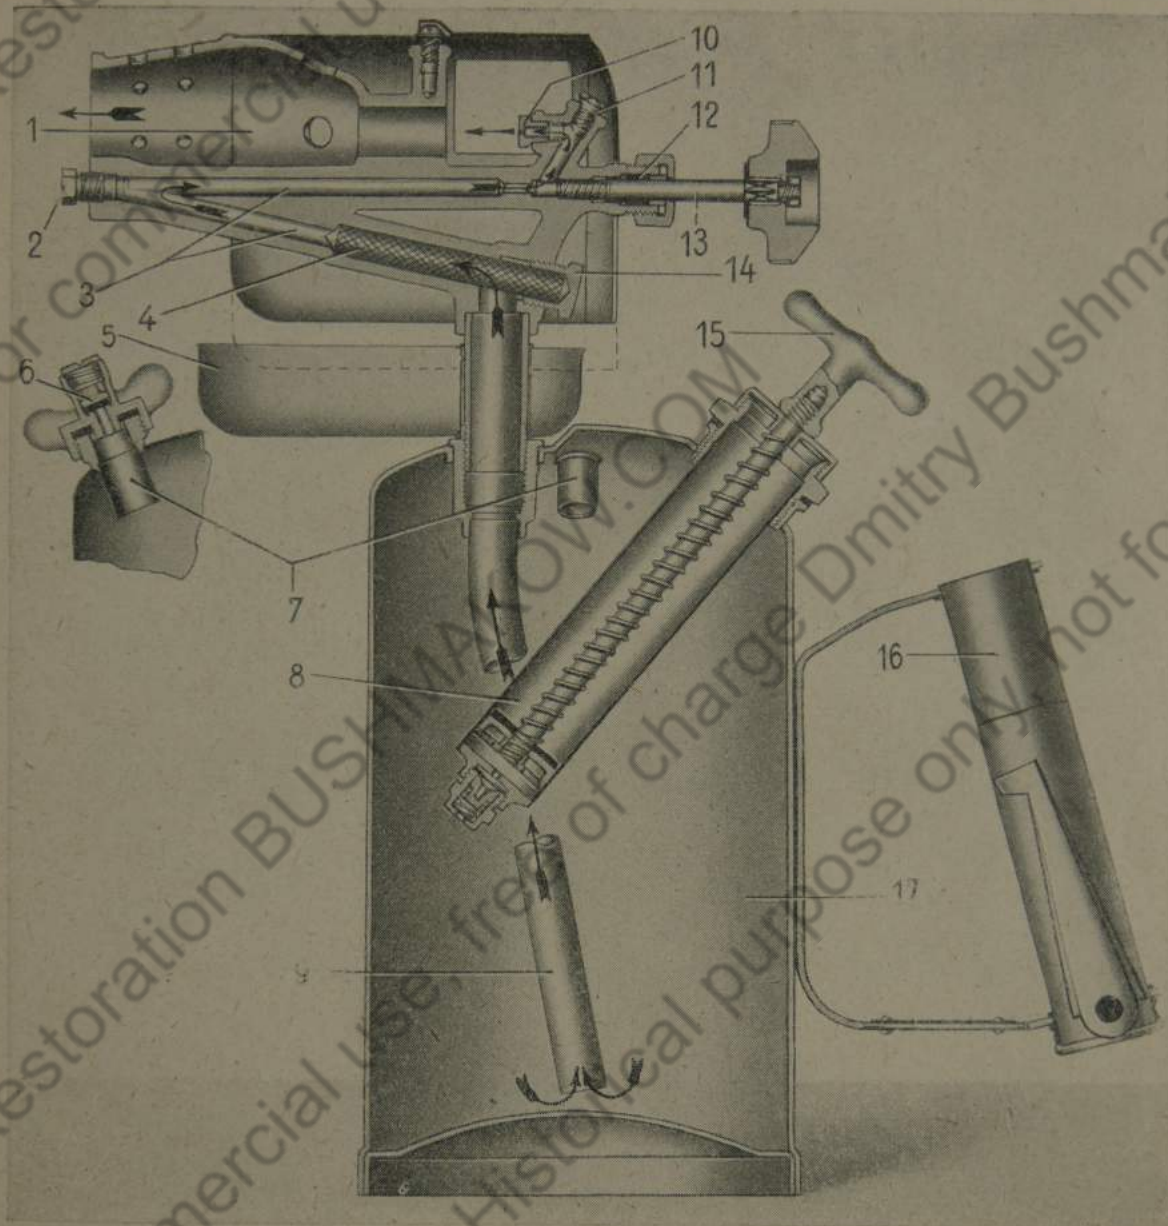

Bild 1 Lötlampe
6. Reinigung der Vergasungskanäle: Zur Reinigung der Vergasungskanäle sind die Verschlußschrauben des Brenners abzuschrauben, die Drahtgewebefüllung (Bild 1/4) herauszuziehen und die Rückstände mit einem Draht oder geeigneten Gegenstand zu entfernen. Nach Bedarf ist die Reglerspindel (Bild 1/13) herauszuschrauben, wenn der davorliegende Durchgang verstopft ist. Die Reinigungsschraube (Bild 1/2) hat konisches Gewinde. Sie ist beim Verschließen der Kanäle fest anzuziehen, darf aber keinesfalls mit Gewalt bis an den Sechskantkopf eingeschraubt werden. Nachziehen der Reinigungs-
- Bild 1 Lötlampe